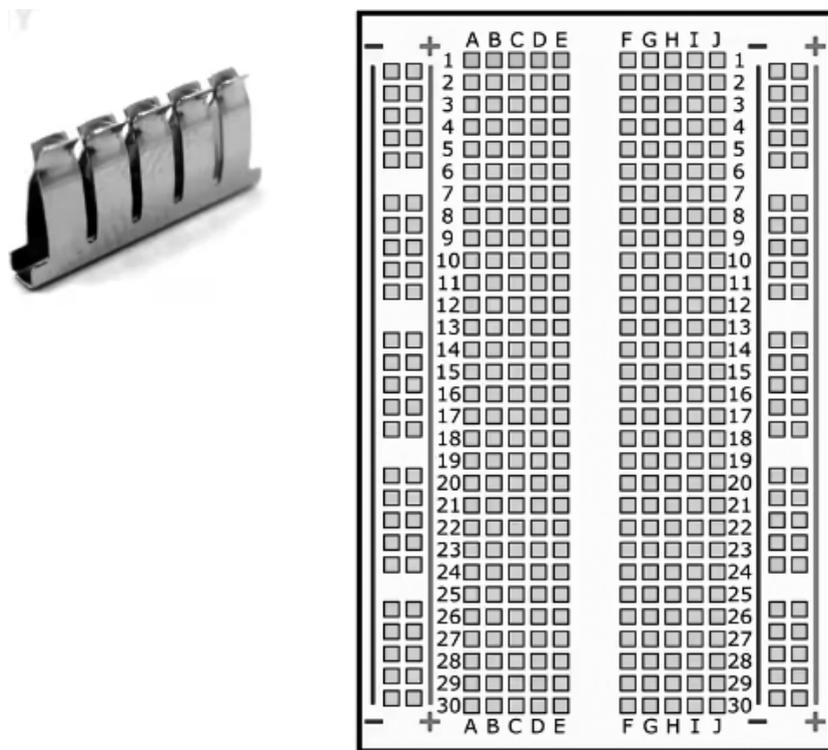

图 17-2 面包板外观
(1) 面包板。面包板的种类很多，结构和作用不尽相同。如图 17-2 所示的面包板外观，左右两侧标有 - 和 + 符号的为电源插孔，中间部分标有字母和数字符号的是接线端子插孔。